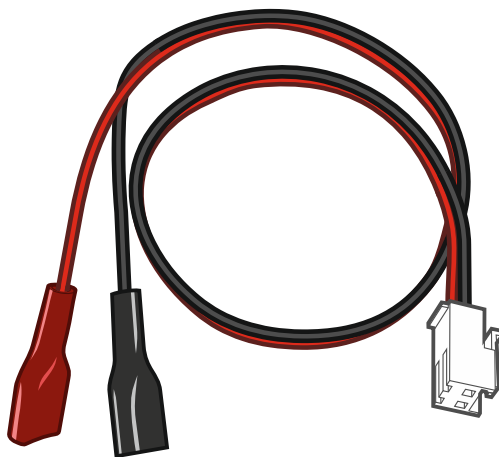

Abb. 2. Leiter zum Anschluss des Akkumulators (rot +, schwarz -).
- ① LEDs:
- ② RESET-Pins zur Inbetriebnahme der Zentrale in Notfällen (siehe: „Notstart der Zentrale“ S. 14).
- ③ RS-232-Schnittstelle (TTL).
- ④ Schnittstelle zum Anschluss der Leitungen an den Akkumulator. Die Leitungen sind im Lieferumfang enthalten (Abb. 2).
- ⑤ Kabel, das mit einem Stecker zum Anschluss der Antenne beendet ist. Wenn die Zentrale in einem Kunststoffgehäuse montiert ist, können Sie eine Antenne zur Montage im Gehäuse verwenden. Wenn die Zentrale in einem Metallgehäuse montiert ist, verwenden Sie eine Antenne zur Montage auf dem Gehäuse oder zur Montage in einer gewissen Entfernung vom Gehäuse.
- ⑥ LED SIM1. Leuchtet, wenn die im Steckplatz SIM 1 montierte Karte aktiv ist.
- ⑦ LED SIM2. Leuchtet, wenn die im Steckplatz SIM 2 montierte Karte aktiv ist.
- ⑧ Steckplatz SIM1 zur Montage der ersten SIM-Karte.
- ⑨ Steckplatz SIM2 zur Montage der zweiten SIM-Karte.
- ⑩ Kommunikationsanschluss zum Anschluss des Moduls PERFECTA-RF.
- ⑪ Mini-Klinkenbuchse zum Anschluss des Mikrofons.